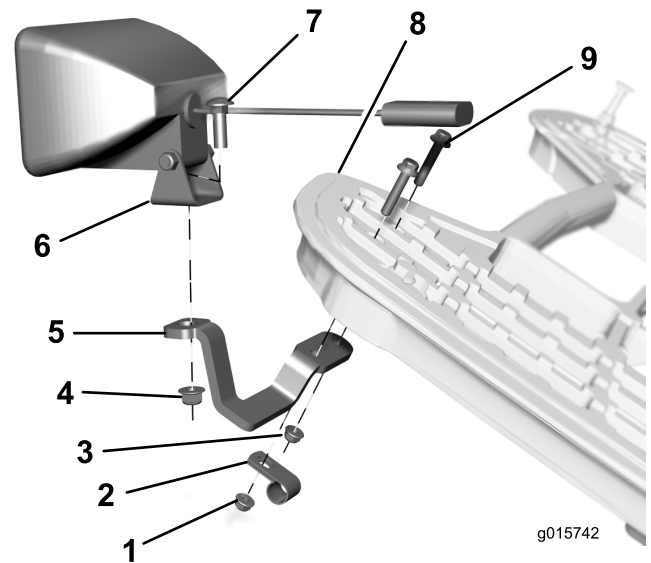

Bild 5
1. Befestigen Sie die rechte Stützhalterung vorne rechts am Maschinenrahmen, wie in Bild 5 dargestellt. Verlegen Sie den Kabelbaum durch die R-Klemme; befestigen Sie die Halterung mit zwei Bundschrauben (1/4 Zoll), einer R-Klemme und zwei Bundmuttern (1/4 Zoll) unten am Rahmen.
2. Befestigen Sie eine Lampe an der rechten Stützhalterung, wie in Bild 5 dargestellt. Befestigen Sie die Lampe mit einer Schlossschraube und einer Bundmutter (5/16 Zoll) an der Halterung.